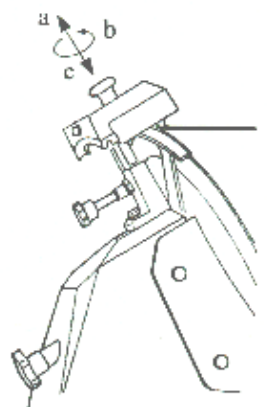

FIG. Nr. 11c
- 5 – tryck på knapparna (3 och 4) samtidigt i 3-4 sekunder och släpp dem sedan samtidigt (se FIG. Nr. 11c).